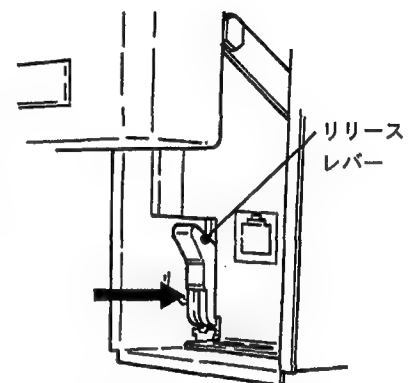

図4.9 内器の挿入2
- ②リリースレバーをしっかりと押します(図4.9参照)。
- ③フロントパネルをスイングダウンさせます(4.2項参照)。